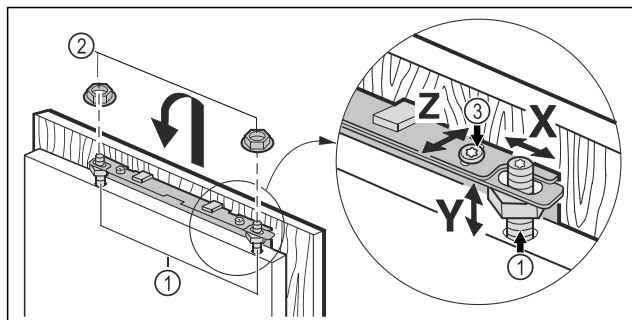

Fig. 39
- Zavěste nábytková dvířka na ustavovací čepy Fig. 39 (1) a pojistné matice Fig. 39 (2) a na ně volně našroubujte pojistné matice.
- Nábytkové dveře vyrovnejte ve výšce Y a ve stranovém sklonu: Ustavovací čepy Fig. 39 (1) nastavte šroubovákem.
- Pojistné matice Fig. 39 (3) dotáhněte.